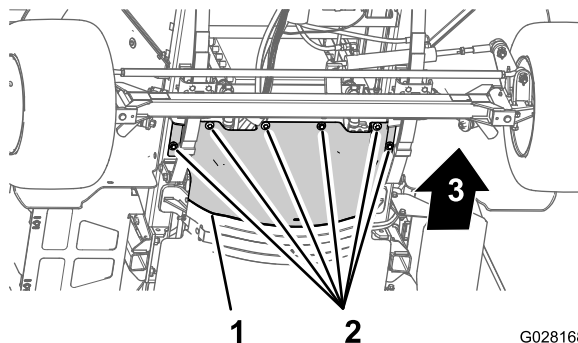

图 58
3. 卸下将前隔热罩固定至底盘的 6 个六角头螺栓和 6 个垫圈然后取下隔热罩 图 58。